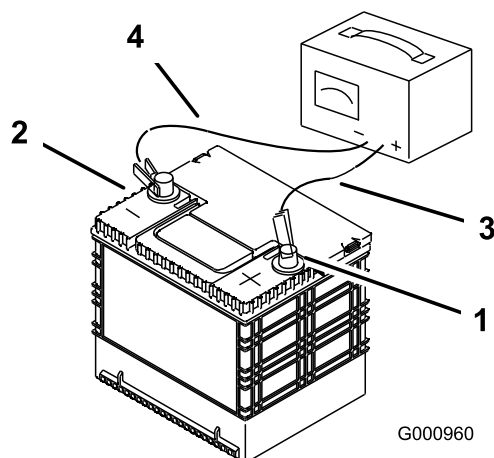

図 53
2. 充電が終わったら、チャージャのプラグをコンセントから抜いてから、チャージャのリード線をバッテリー端子から外す図 53。